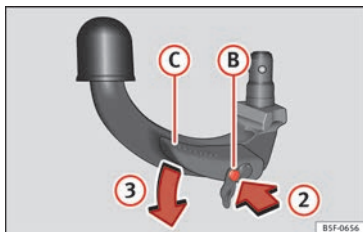

Fig. 210 Étape 2 :
- Appuyez sur la broche de déverrouillage (B) dans le sens de la flèche (2) et appuyez simultanément sur le levier (C) dans le sens de la flèche (3) jusqu'à la butée » fig. 210.